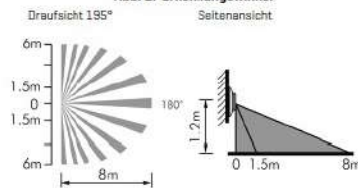

Abb. 2: Zugangsrouten
5. Zugangsrouten: Die schräge statt senkrechte Platzierung des Erfassungsbereichs ergibt das beste Ergebnis (Abb. 2).